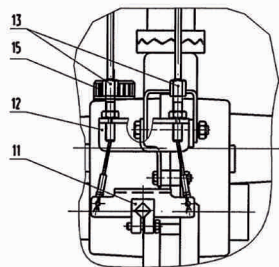
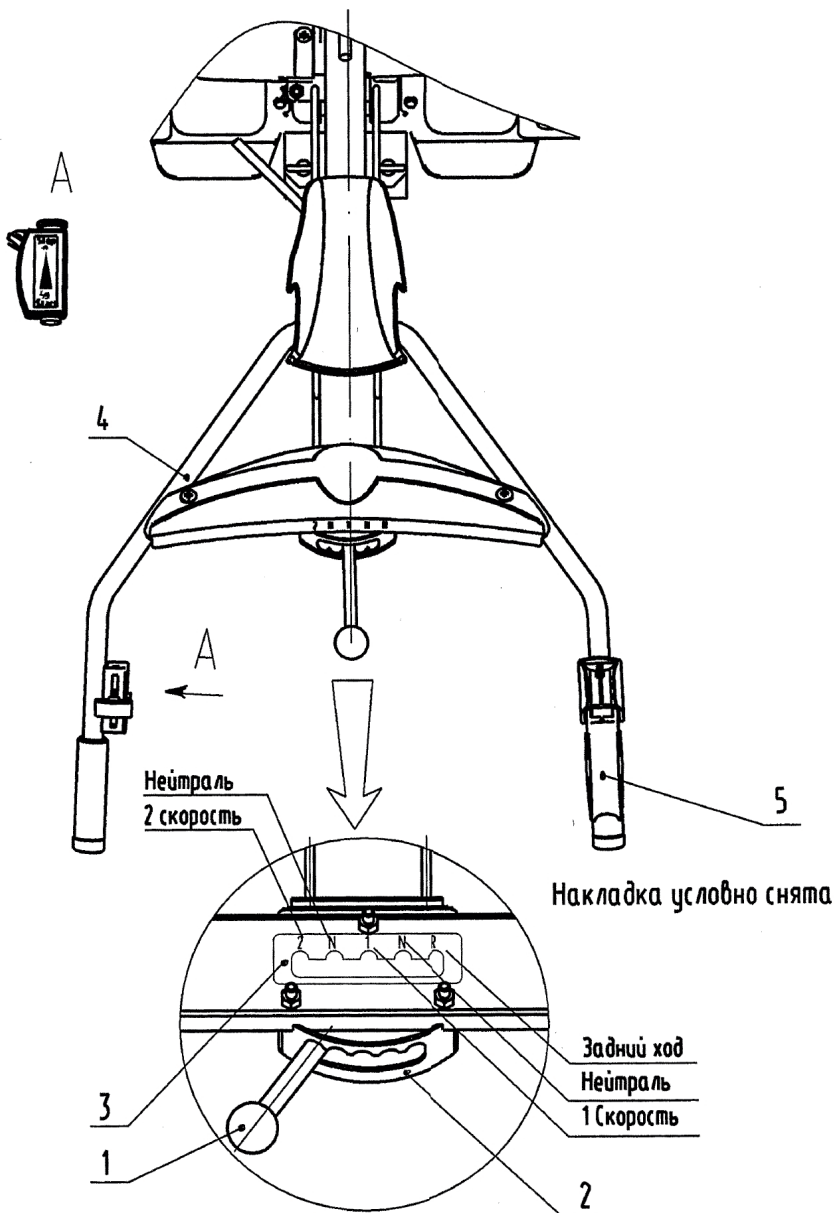

Рис.2 Устройство мотоблока
Рис. 3 Органы управления мотоблоком
- включите сцепление, т.е. рычаг сцепления 5 (рис.3) прижмите к рукоятке;
Заправку масла в редуктор мотоблока проводите через маслосливное отверстие 15 (рис.2) редуктора. Контроль уровня масла в редукторе мотоблока выполняйте следующим образом:
Установите коромысло 11 (рис.2 вид А) переключателя скоростей в нейтральное положение (позиция «N») между 1 и 2 скоростью (повернуть коромысло против часовой стрелки в крайнее положение, затем повернуть его по часовой стрелке на один щелчок). Рычаг переключения скоростей 1 (рис.3) установить в позицию «N» между 1 и 2 скоростью. Регулировочными винтами тросов переключения скоростей троса 13 (рис.2 вид А) установить небольшой натяг в тросах, не затрудняющий переключение скоростей. Проверить четкость переключения скоростей при перемещении рычага в разных направлениях при разных положениях руля. Законтрить контргайки регулировочных винтов.